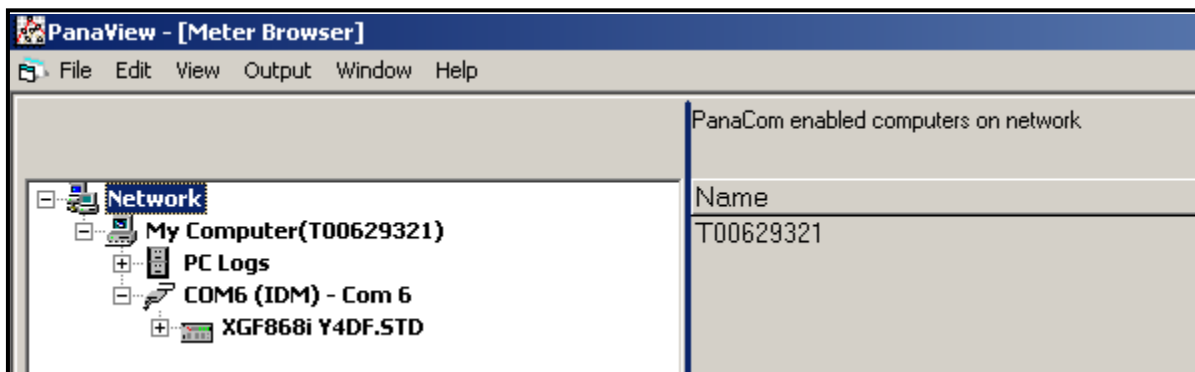

Figura 3: Janela *Text Display* (Exibição de texto)
3. Usando o menu *Window* (Janela), organize as janelas abertas no formato desejado. Para esta explicação, a *Figura 3* abaixo mostra a janela *Text Display* (Exibição de texto) em seu tamanho maximizado (tela cheia).
Nota: Figura 3 acima foi comprimida vertical e horizontalmente para maior clareza.
5. Antes que os valores de dados reais possam ser exibidos no painel de texto, ative um dos seguintes modos de coleta de dados (consulte a *Figura 3* na página 35):